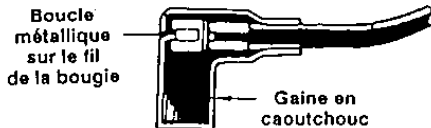

FIGURE 13
1. Branchez le fil de la bougie. Vérifiez que la boucle métallique, au bout du fil de la bougie (dans la gaine en caoutchouc), est bien attachée à l'embout métallique de la bougie. Voir la figure 13.
2. Assurez-vous que les commandes de la tarière et de l'entraînement sont débrayées (relâchées). Placez le levier de vitesse au point mort (N).
3. Placez la manette de l'obturateur à la position **RAPIDE** . Enfoncez la clé dans la fente. Voir la figure 13. Assurez-vous qu'elle se mette bien en position. Ne tournez pas la clé.